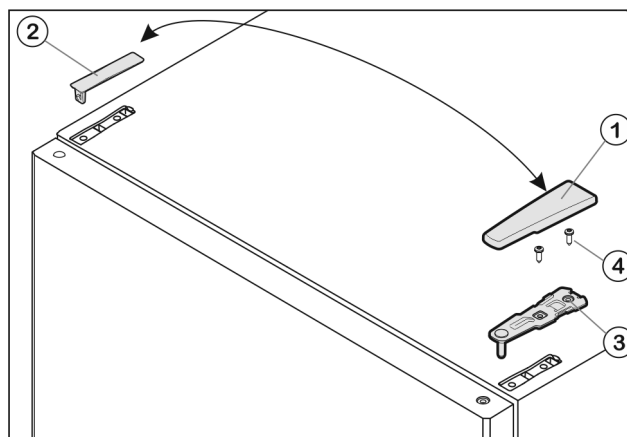

Fig. 7
- Enlever le cache Fig. 7 (1) vers l'avant et vers le haut.
- Retirer le cache Fig. 7 (2).
- ▶ Dévisser le support d'appui supérieur *Fig. 7 (3)* (2 Torx® 25) *Fig. 7 (4)* et retirer vers le haut.
- ▶ Placer le support d'appui supérieur *Fig. 7 (3)* sur le nouveau côté charnière de porte.
- ▶ Visser le support d'appui supérieur à fond (avec 4 Nm) (2 Torx® 25) *Fig. 7 (4)*. Pointer les trous de vissage ou utiliser une visseuse sans fil.
- ▶ Faire encliqueter le cache *Fig. 7 (1)* et le cache *Fig. 7 (2)* du côté opposé.